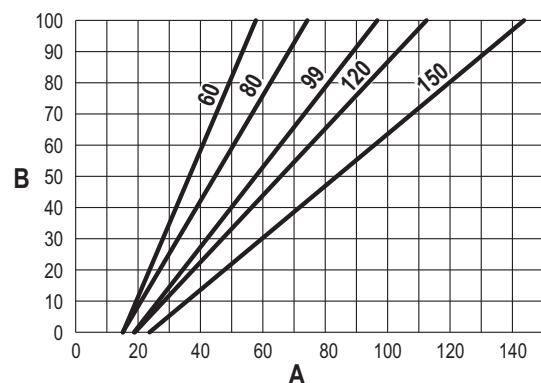

fig. 59
- Apăsați **tastele contextuale 1 și 2** pentru a mări sau a reduce puterea termică (minimă = 00 - maximă = 100). Consultați diagrama "Reglarea puterii termice" (fig. 59).